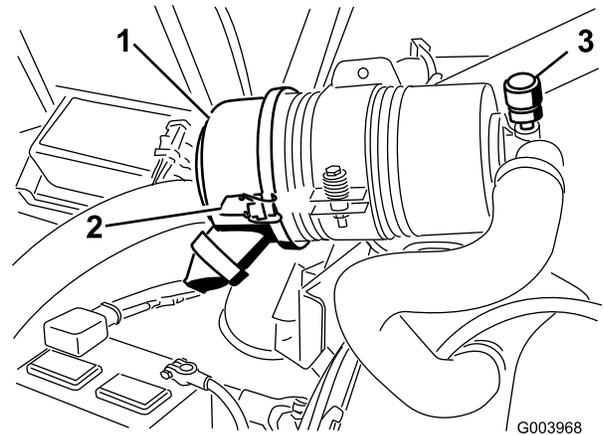

Figura 49
Effettuate la manutenzione del filtro dell'aria quando l'indicatore (Figura 49) lo richiede. Sostituendo il filtro dell'aria prima del necessario si aumenta il rischio che la morchia penetri nel motore quando si toglie il filtro.
1. Rilasciate i fermi che fissano il coperchio del filtro dell'aria al relativo corpo (Figura 49).